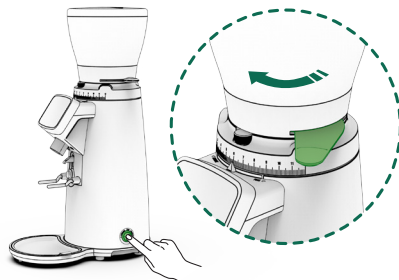

Fig. 4
Enchufar el aparato a la red, apretar el interruptor general de puesta en marcha (13) I - 1 AUTOMATIC / 0 - 0 OFF / II - 2 MANUAL a la posición I - 1 AUTOMATIC, y abrir el obturador de café en grano (4) para permitir el paso del café a la cámara de molienda (Fig. 4).